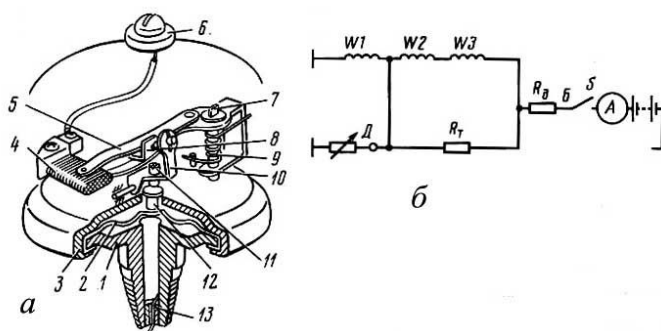

Рис. 3. Электрический манометр: а- реостатный датчик; б – схема лого-метрического указателя
12. ЧУВСТВИТЕЛЬНЫЙ ЭЛЕМЕНТ ДАТЧИКА МАНОМЕТРА (РИС. 3)
13. РАБОТА ЭЛЕКТРИЧЕСКОГО МАНОМЕТРА (РИС. 3)